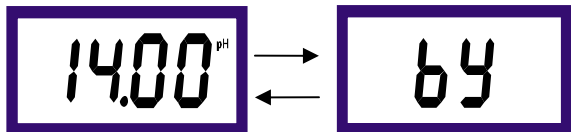

图 7-16
1、电流输出范围起始点数值调好后，可继续进行结束点的设置，正常测量状态下按 SET 键，进入 4~20mA 输出范围结束点设置状态，其显示状态如图 7-16 所示：